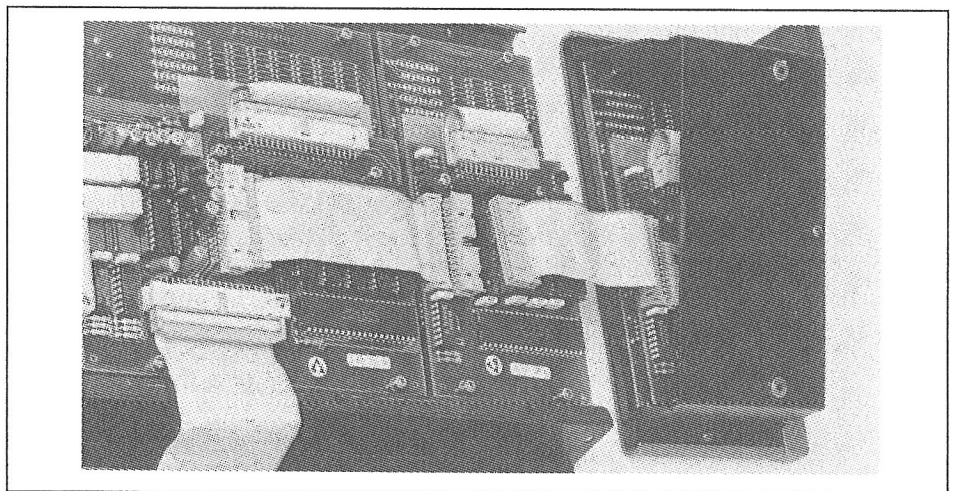

Fig. 4
- Zusätzliches Command-Modul einbauen. Stecker gemäss Abb. 4 einstecken.